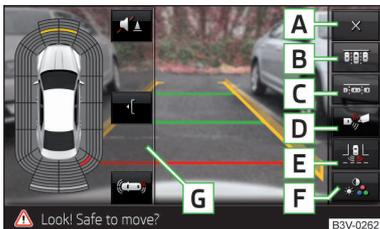

Fig. 186
Touches de fonction » fig. 186
- Actionnez la touche de fonction **C** » fig. 186 à la page 161.